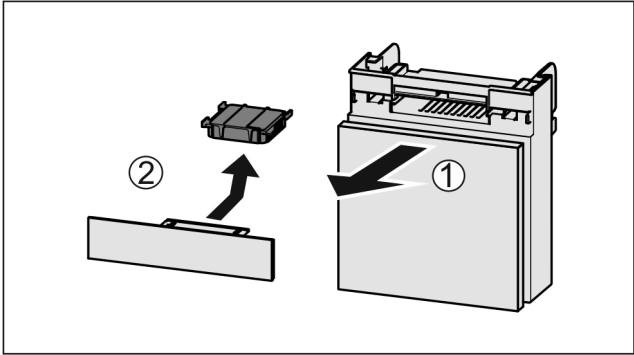

Fig. 141
- ▶ 向前拉出 Fig. 141 (1) 抽屉。
- ▶ 取出 Fig. 141 (2) 活性炭过滤器。